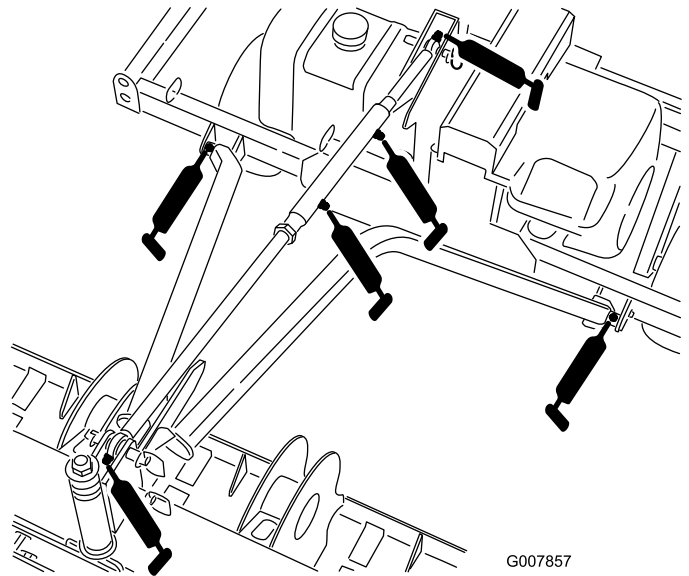

Figura 40
- Bastidor de remolque, cant 2 (Figura 40)